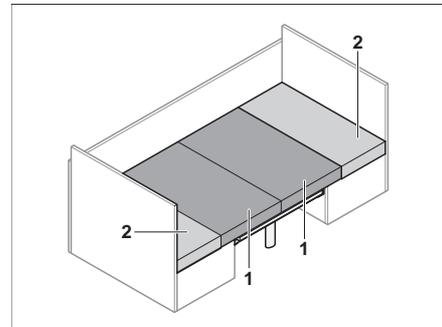

Bild 70 Nach dem Umbau
- Die Sitzpolster (Bild 70,1) zur Mitte ziehen.
- Die Rückenpolster (Bild 70,2) zwischen die Sitzpolster und die Wand legen.